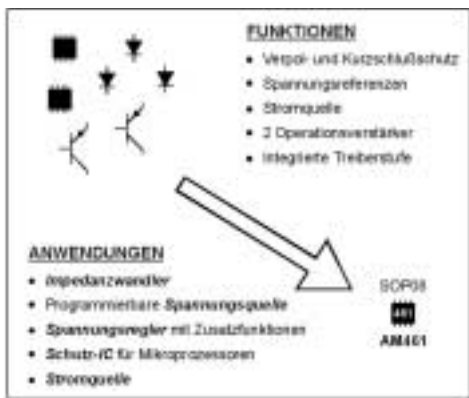

Bild 1: Schematische Darstellung des Platzbedarfs einer komplexen Schaltung bestehend aus Referenzen, Spannungsregler und Schutzfunktionen
- ▷ **Miniaturisierung:** Mit zunehmende Komplexität ergeben sich Platzprobleme. In **Bild 1** ist schematisch der Platzbedarf und der Vorteil der Integration dargestellt.